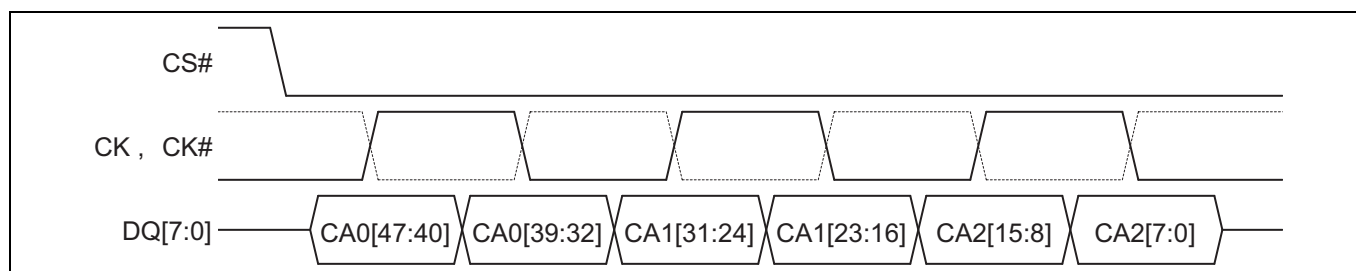

Figure 6 コマンド / アドレス (CA) シーケンス [4.5,6,7]
4. Figure 6 に HYPERBUS™ でのすべてのトランザクションの初期の 3 クロック サイクルを示します。